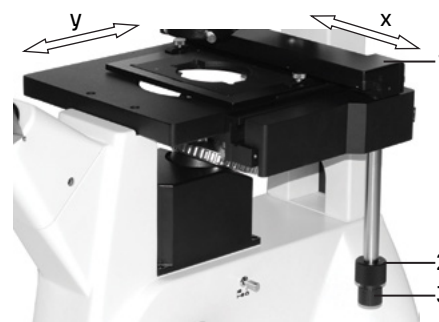

Рис. 16. Перемещение объекта
Микроскоп оборудован устройством 1 продольного (Y) и поперечного (X) перемещения объекта исследования. Перемещение осуществляется с помощью коаксиальных ручек продольного перемещения 2 и поперечного перемещения 3, как показано на рис. 16.